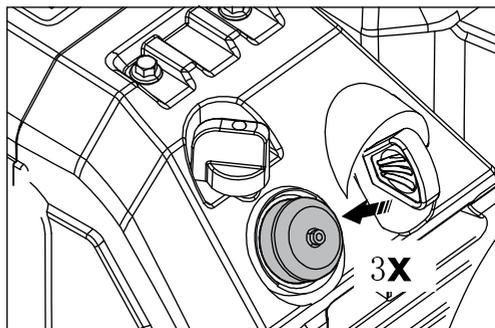

Рис. 20
13. Нажмите на праймер 2–4 раза, чтобы запустить подкачивающий насос (рис. 20).